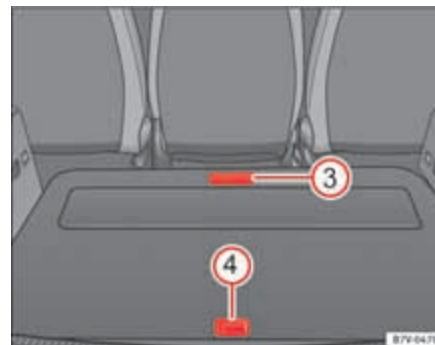

Fig. 114 Otros compartimentos en el piso del maletero
Abir el compartimento delantero ⇒ página 156, fig. 114 ③:	▷ Levante hacia atrás por el asa la parte anterior del piso del maletero.
Abir el compartimento posterior ⇒ página 156, fig. 114 ④:	▷ Levante por el asa la parte posterior del piso del maletero.